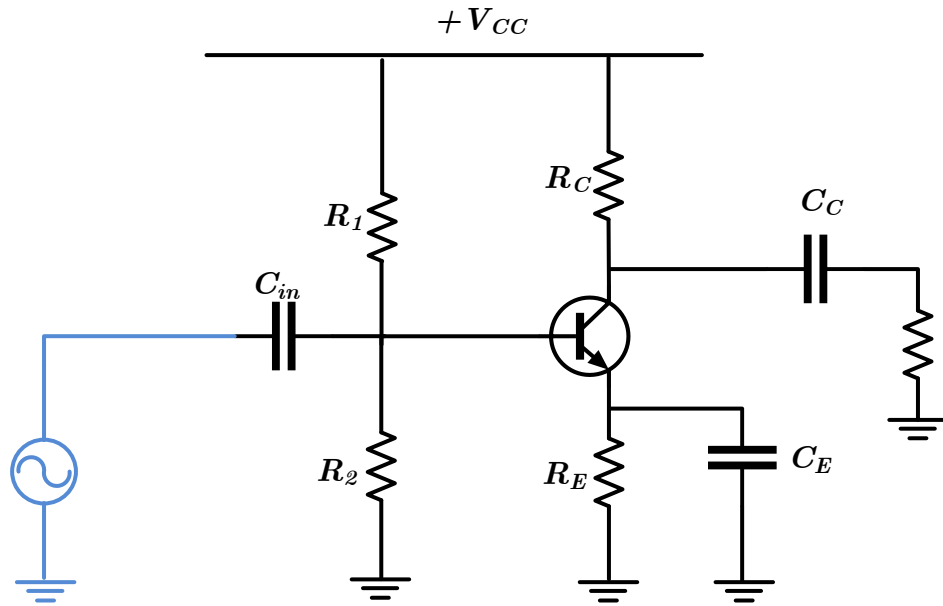
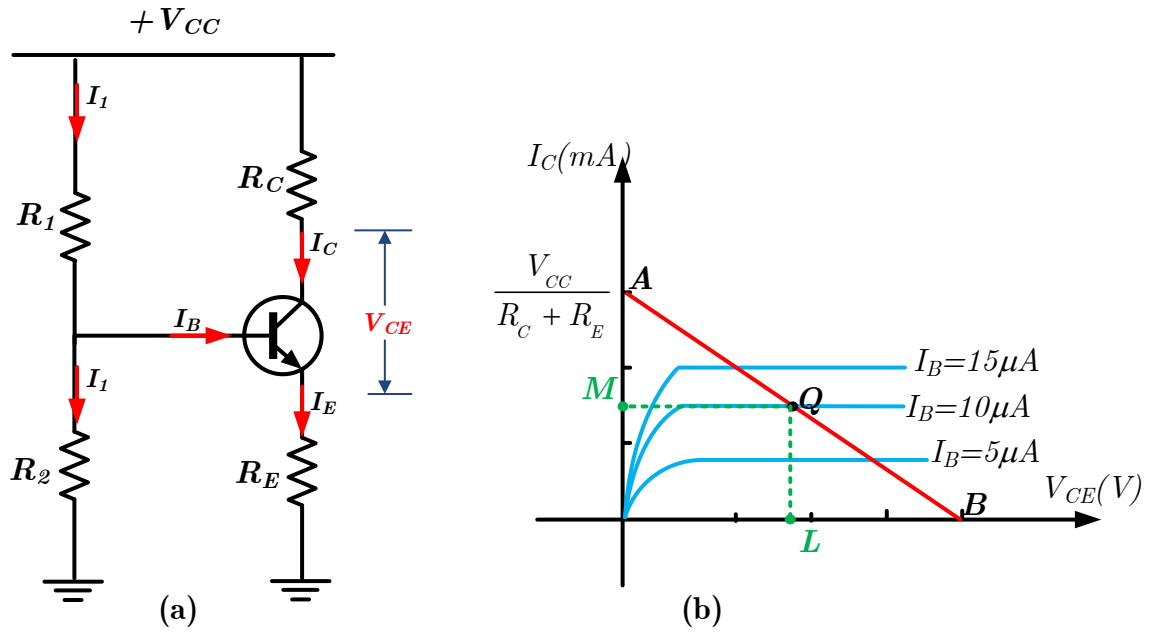
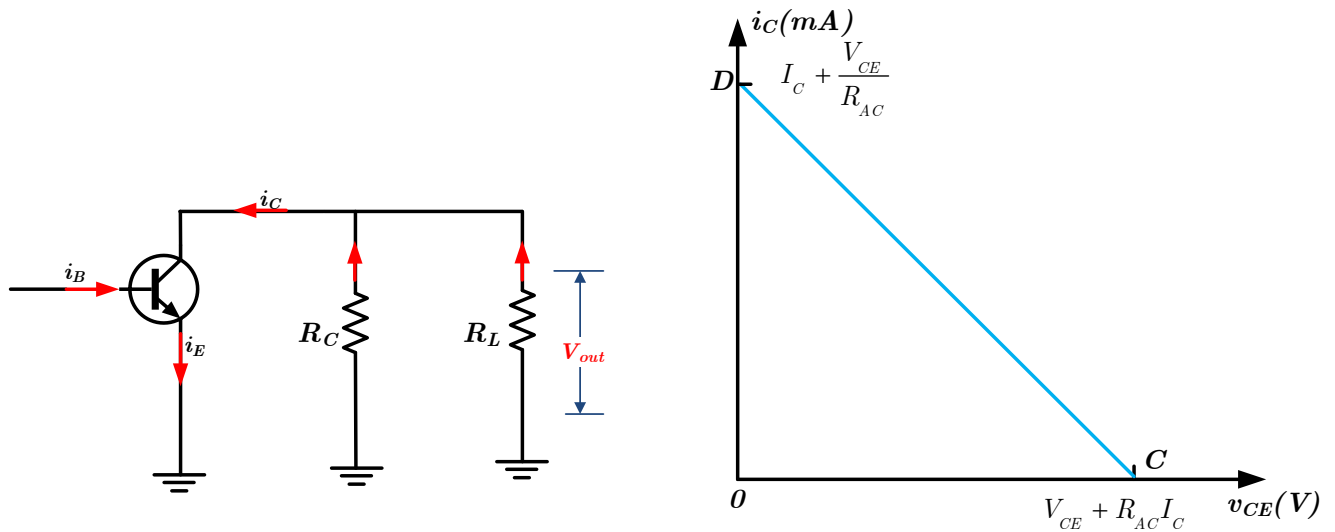

Figure 4.26
Figure 4.27
Figure 4.28
Le circuit équivalent DC de l'amplificateur à un étage illustré sur la figure 4.27 (a) est établi par le circuit présenté sur la figure 4.26.
En revenant à l'amplificateur à transistor illustré à la figure 4.26, son circuit équivalent en AC à la sortie est indiqué à la figure 4.28 (a).
- ✓ Tension collecteur-émetteur maximal : $V_{CE,max} = V_{CE} + I_C R_{AC}$. Le point « C » de la droite de charge AC (figure 4.28(b)).
Pour le circuit amplificateur à transistor illustré à la **Fig 4.27**, $R_1 = 10\text{K}\Omega$, $R_2 = 5\text{K}\Omega$, $R_C = 1\text{K}\Omega$, $R_E = 2\text{K}\Omega$ et $R_L = 1\text{K}\Omega$. Supposer $V_{BE} = 0.7\text{V}$.